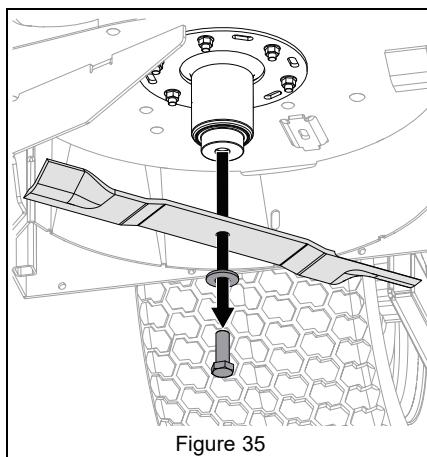

Figure 35
- Débrancher les câbles de bougies. Voir Figure 35.
Voir Figure 35.